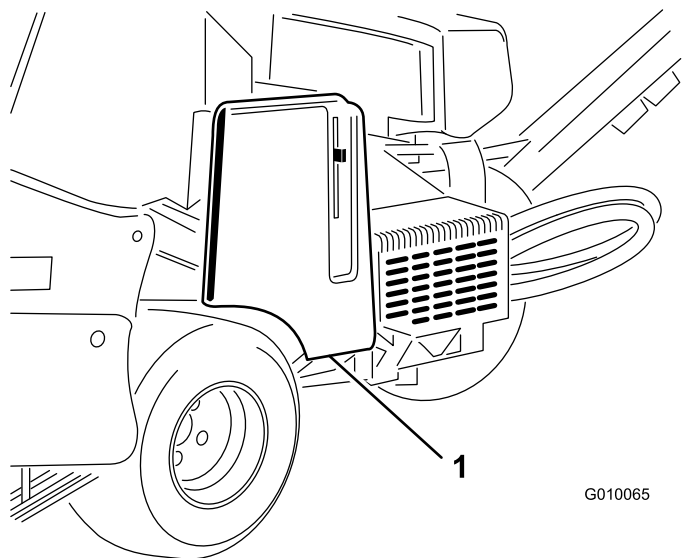

Рисунок 56
2. Расфиксируйте и снимите крышку ремня (Рисунок 56).